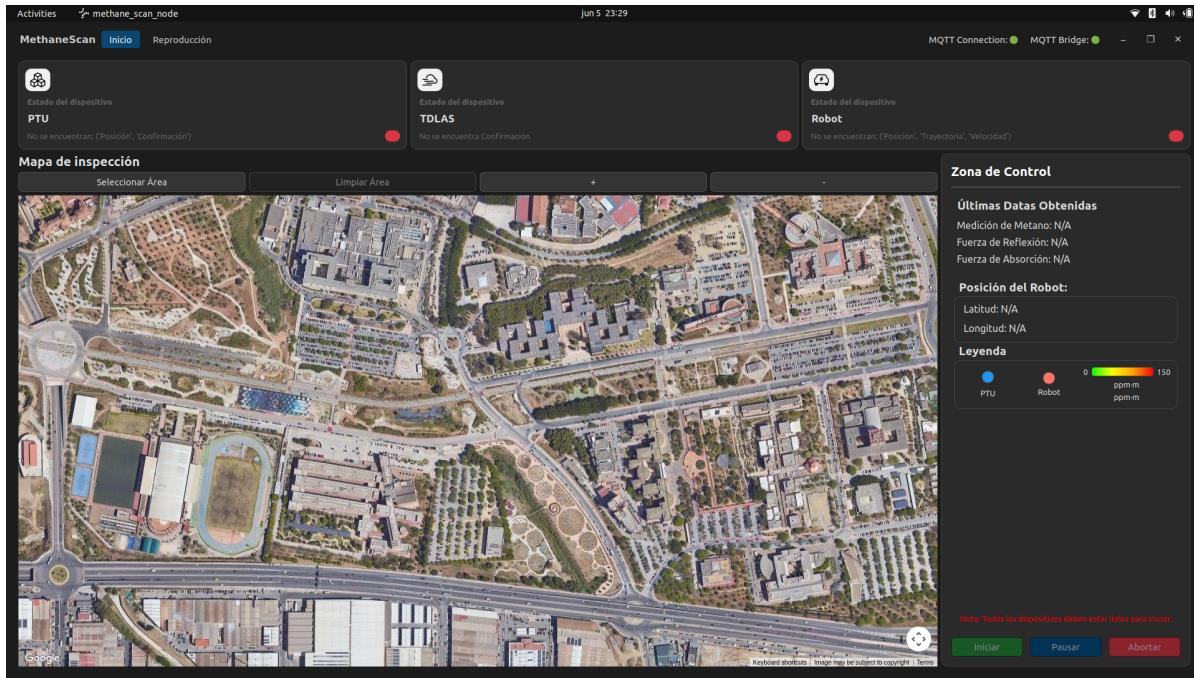

Figura 48: Pantalla de inicio
- **Inicio:** muestra las tarjetas de estado de los dispositivos (PTU, TDLAS y Robot), un mapa interactivo para definir zonas de trabajo y un panel de control para iniciar, pausar o abortar pruebas, además de información varia (Figura 48).